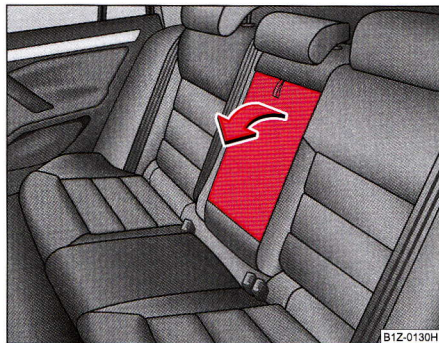

Fig. 70 Scaunele din spate: Cotiera
- Cotiera poate fi pliată în jos trăgând de curelușă ⇒ **fig. 70. ■**